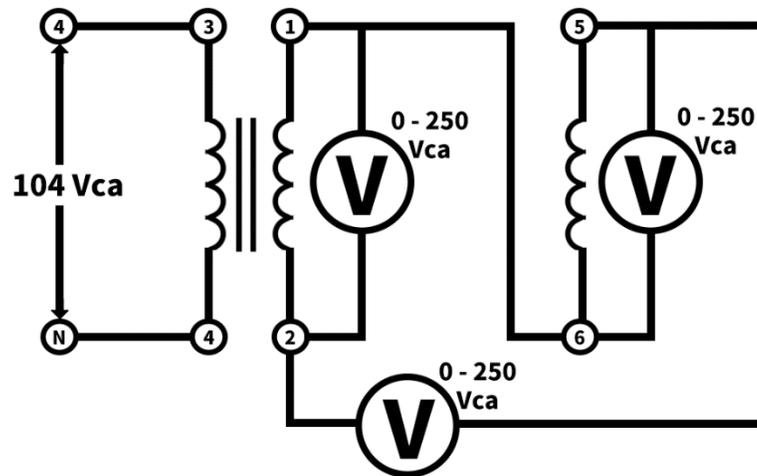

Figura 2-4
e) Quite la conexión entre las terminales 1 y 5. Conecte las terminales 1 y 6, y luego conecte el voltímetro a las terminales 2 y 5, como se indica en la Figura 2-4.